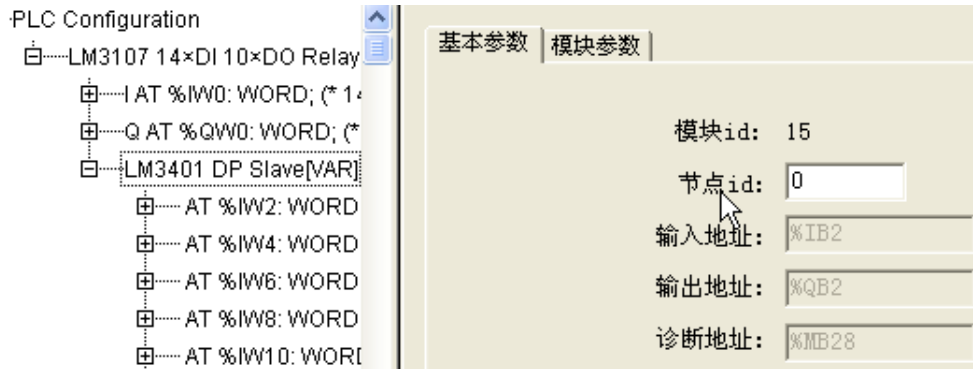

图 B-2-2
- DP_Slave 指令中的 Address 与图 B-2-2 所示的节点 id 一致，DP 主站向 PLC 发送的数